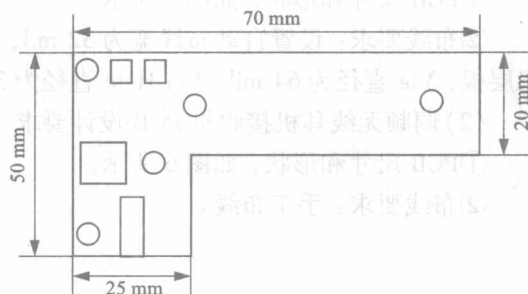

图 6 调频无线耳机接收机 PCB 尺寸图
① PCB 尺寸和形状,如图 6 所示。
② 布线要求:手工布线。